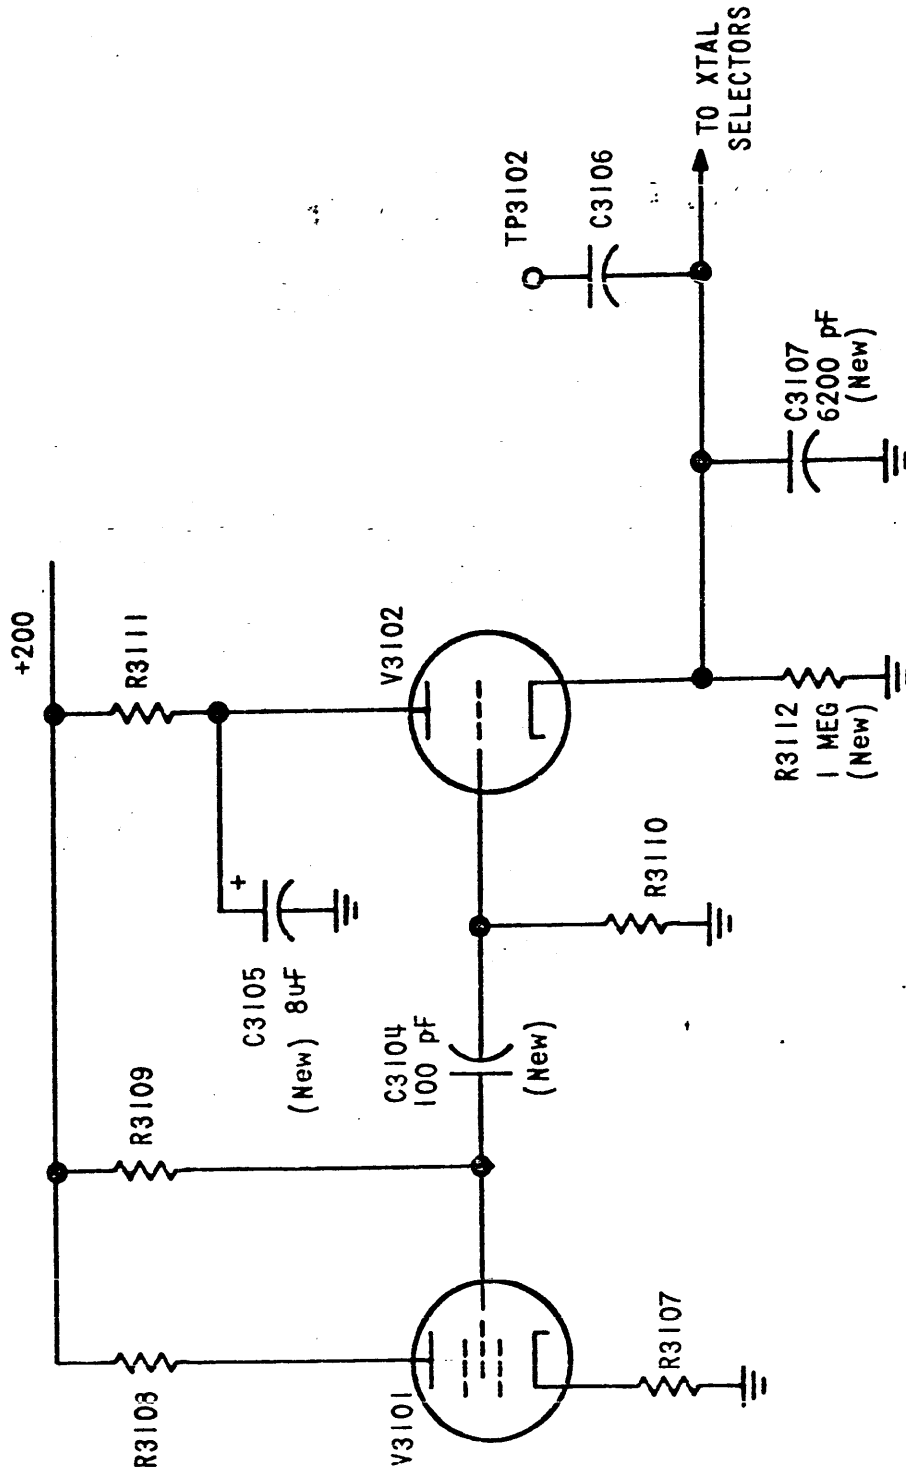

FIGURE 1
B. 3100 Deck (AX384) - See Figure 1